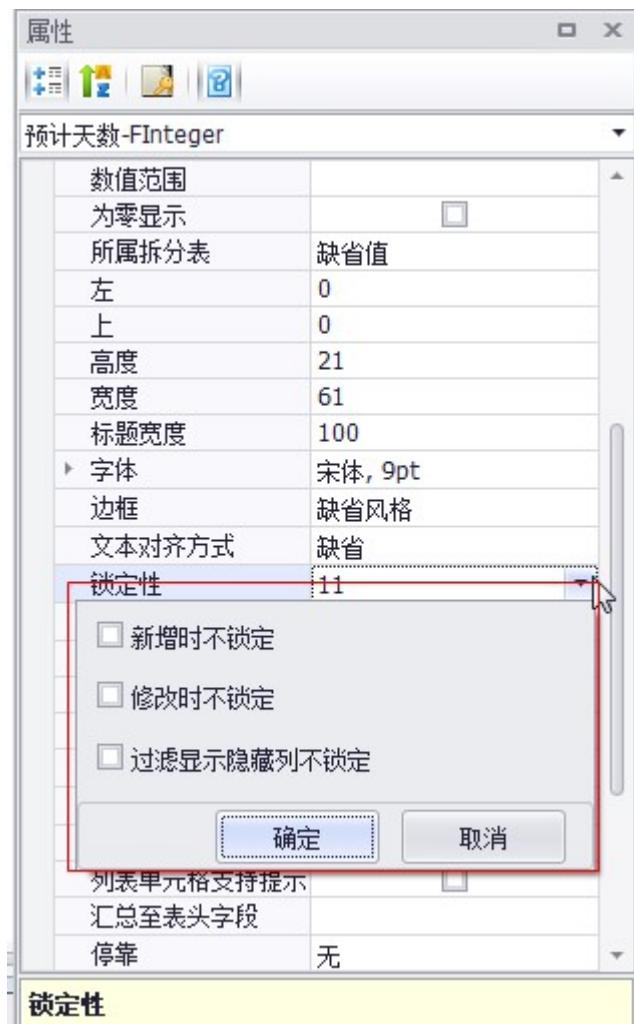

图 3-1-11 设置锁定性
- 8、设置“预计天数”字段不可编辑，选择“预计天数”字段，在属性框选择锁定性，设置锁定性，如图 3-1-11 所示：